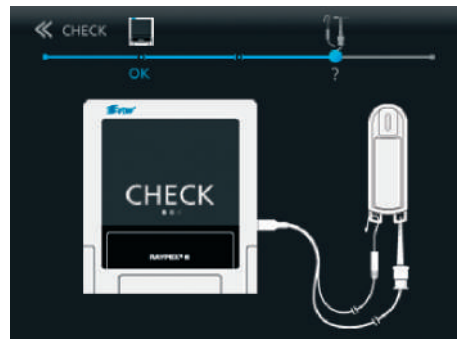

Рис. 33. Подключение зажима для файла и губного электрода к контрольному штекеру
- Установка этой варьируемой апикальной линии в предпочтительную позицию, например, на последнюю зеленую полосу (рис. 33).
- Соедините зажим для файла и губной электрод (или второй зажим для файла) с контактными перемычками контрольного штекера, как показано на дисплее (рис. 33).